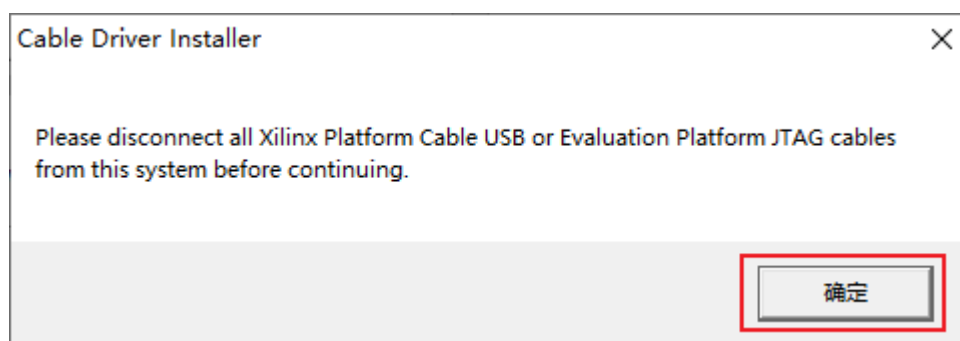

图 1-16 断开连接提示对话框
12) 随后会弹出断开已连接设备的对话框，点击“确定”后继续。如图 1-16 所示。